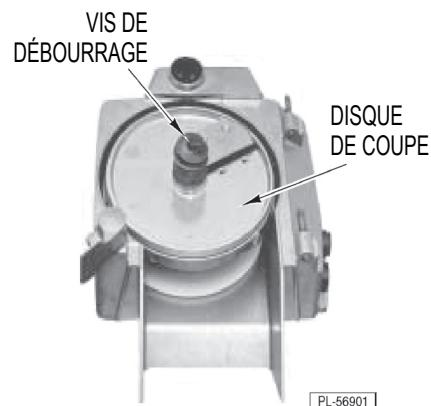

Fig. 5
6. Évitez tout contact avec une lame tranchante sur le disque de coupe et placez le disque de coupe souhaité sur l'arbre et tournez le disque de coupe jusqu'à ce qu'il se repose sur son accouplement (fig. 5). Tournez-le dans le sens antihoraire pour verrouiller.
7. Placez la vis de déboufrage sur l'arbre. Tournez-la dans le sens antihoraire pour serrer (fig. 5).